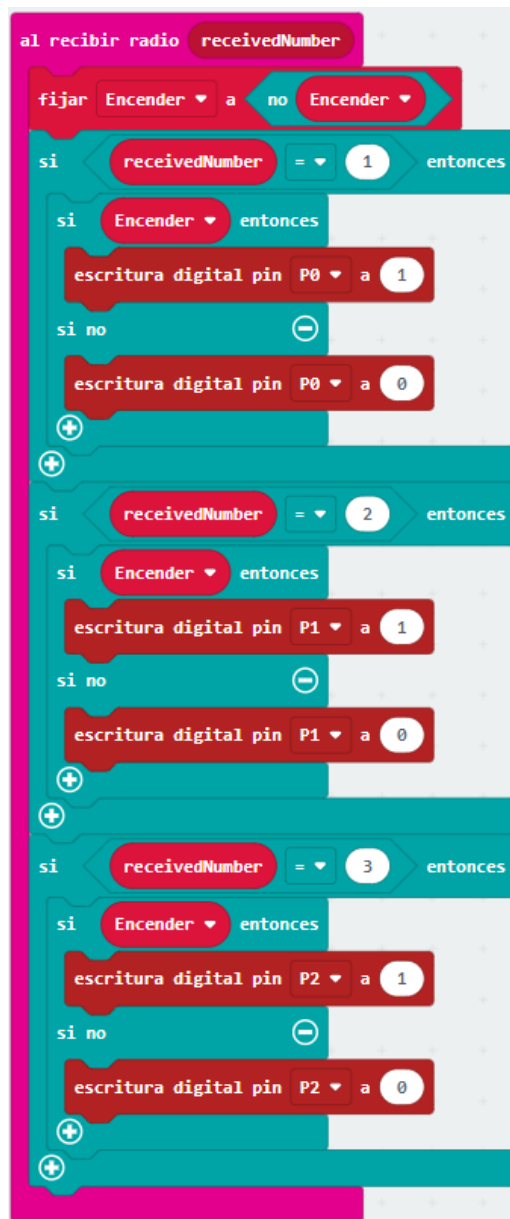

Figura 7.
9. Repite los mismos pasos del punto anterior hasta que quede como se muestra en la figura 7.